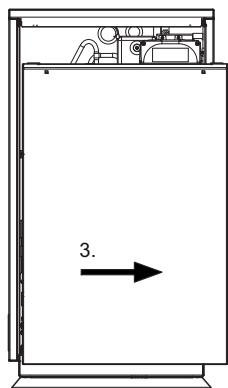

Fig. 7.3: Apertura delle lamiere di copertura laterali, passaggio 3
- Nella posizione inclinata, spingere la parte in lamiera di circa 40 mm verso destra fino all'arresto (3) (vedere Fig. 7.3).